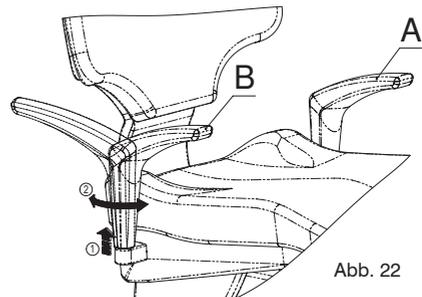

Abb. 22
Damit Sie die optionale Armstütze (B) drehen können, müssen Sie sie zunächst ein wenig anheben (ohne sie abzunehmen), um sie zu entriegeln. Drehen Sie sie dann in die gewünschte Stellung und lassen sie los, worauf sie automatisch wieder einrastet. Auf die gleiche Weise können Sie sie wieder in die Schließposition bringen (Abb. 22).